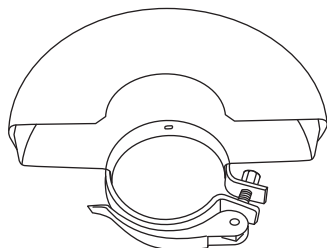

Fig. 3, Protección para corte (12)
Instale la respectiva protección de seguridad (12 / 13) en función de la tarea a realizar. > Utilice la protección para corte cerrada (12) para trabajos de tronzado (Fig. 3).